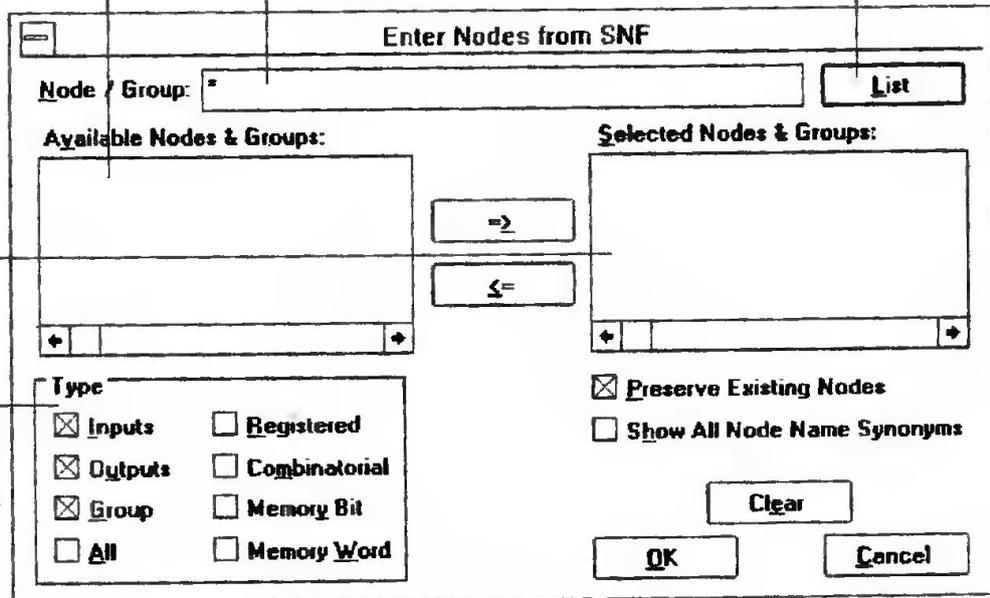

Рис. 2.53
5. Выберите **Enter Nodes from SNF** (ввод цепей из SNF файла) из меню **Node**. На экране отобразится диалоговое окно **Enter Nodes from SNF** (рис. 2.53).